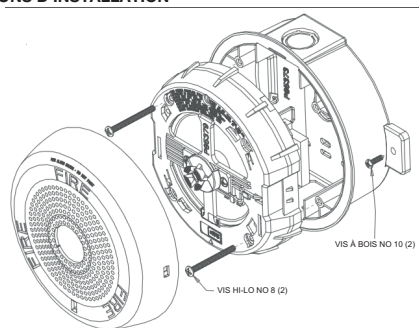

Figure 6 : Haut-parleur de plafond ou haut-parleur à stroboscope avec boîte de montage de surface
**NOTE :** L'installation du haut-parleur avec stroboscope est illustrée aux Figures 6 et 7. Pour les surfaces de montage des haut-parleurs sans stroboscope, utilisez la même boîte de surface ou la boîte d'encastrement illustrée aux Figures 6 et 7.